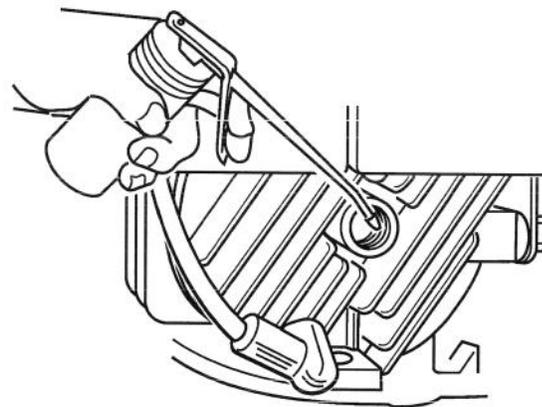

Figure 47
1. Retirer la bougie. Au moyen d'une burette, injecter environ une cuillère à soupe d'huile dans le trou de la bougie (Fig. 47).